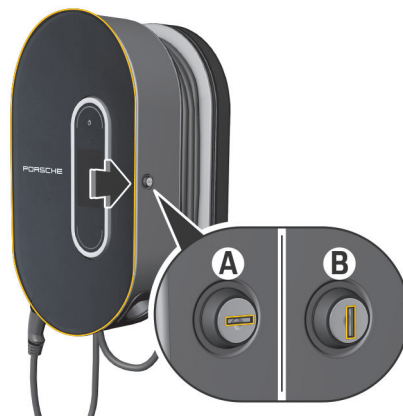

Fig. 84 Dock di carica
- ▶ Ruotare la serratura in posizione A (Fig. 84).
- ▶ Ruotare la serratura in posizione B (Fig. 84).